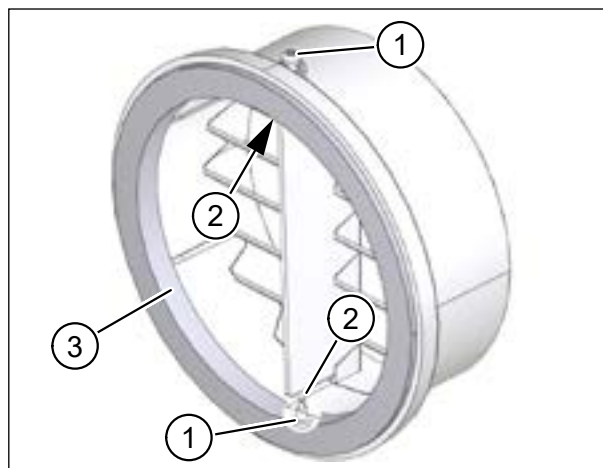

Рис. 13: Нанести вазелин
- ▶ Выкрутите оба винта Torx (поз. 1 на рис. 13) из круглых насадок до тех пор, пока наконечники винтов не выйдут из отверстий (поз. 2 на рис. 13).
- ▶ Нанесите прилагаемый вазелин на внутреннюю часть черного уплотнительного кольца (поз. 3 на рис. 13) обеих фасадных решеток.